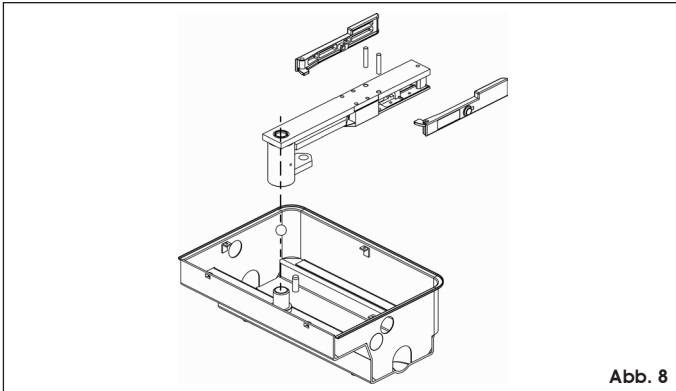

Abb. 8
1. Entriegelungshebel und Lagerbügel zusammenbauen und den Lagerbügel dann auf den Bolzen des tragenden Gehäuse einstecken, hierbei die mitgelieferte Kugel (Abb. 8) nicht vergessen.